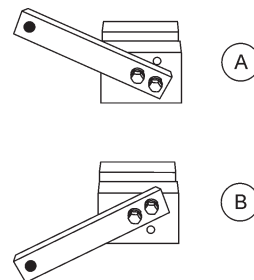

Figura 49. Configuración de ajuste de los brazos de la alisadora
2. Asegúrese de que el brazo del dispositivo esté en el ajuste apropiado (arriba o abajo) de su brazo de alisadora según se muestra en la Figura 49.